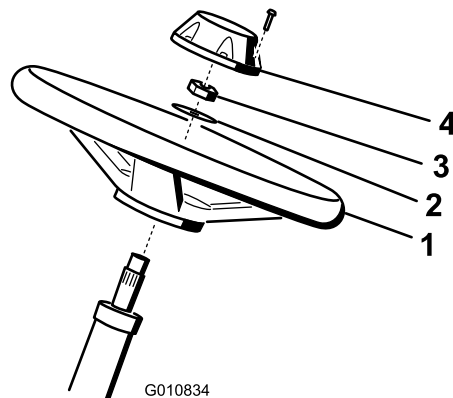

图4
1. 将方向盘滑入转向轴 图4。
2. 将垫圈滑入转向轴 图4。
3. 使用锁紧螺母将方向盘固定到转向轴上上紧扭矩至 2735N·m 图4。
4. 将中心盖安装到方向盘上并用 6 个螺栓固定 图4。